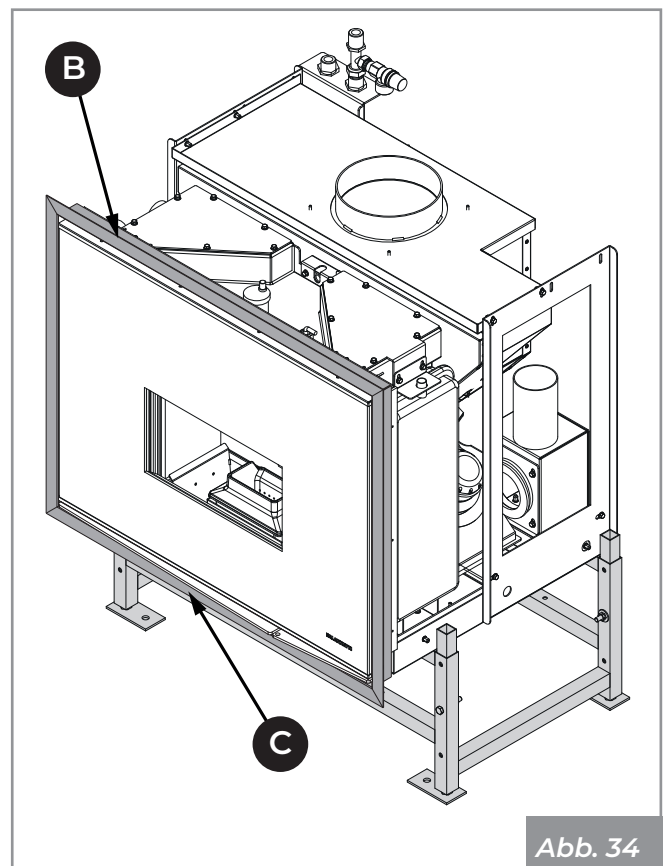

Abb. 34
- Abschlußrahmen (B - **Abb. 34**).
- Sockel (C - **Abb. 34**).